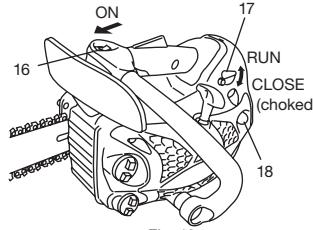

Fig. 10
Arranque (Fig. 10, 11)
1. Fijar la llave de ignición (16) en la posición ON (encendida). *Empujar varias veces el bulbo cebador (18) de manera que el combustible fluya através del bulbo hacia el carburador. (Si está provista) (Fig. 10)
2. Empuje la palanca del estrangulador ("choke") (17) hacia abajo a la posición estrangulada. Esto cerrará el regulador de extrangulación automáticamente en la posición de arranque. (Fig. 10)
3. Tirar energicamente del arrancador de recuperación, tomando la precaución de mantener la manija bien sujetada evitando que salte de las manos. (Fig. 10)
4. Cuando usted escucha el sonido del motor que quiere arrancarse, con el activador de seguridad (19) apretado tirando el activador de extrangulación (20). Ello hará pasar el acelerador de la posición de arranque a la posición de marcha y retornará automáticamente la palanca del estrangulador a la posición de marcha. (Fig. 10, 11)